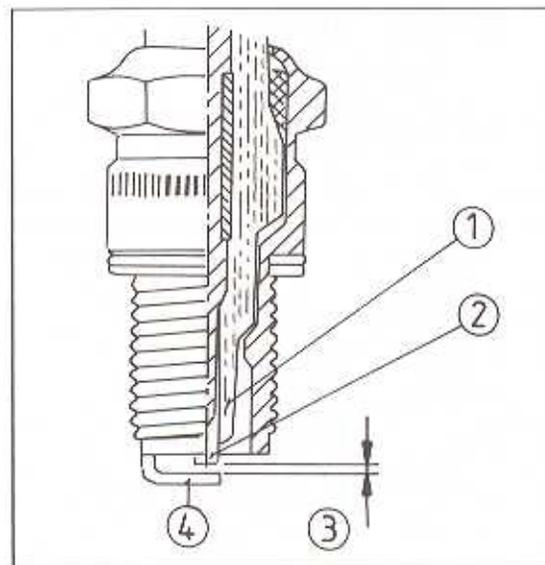

Bild 16
- Wenn in Ordnung den Elektrodenabstand auf 0,6 bis 0,7 mm einstellen. Dabei darf nur an der Masseelektrode gebogen werden (Bild 16).